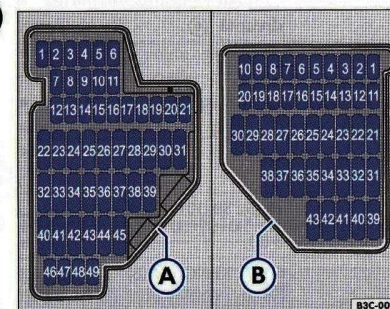

Fig. 44 Cutiile cu siguranțe în tabloul de instrumente: (A) partea stângă, (B) partea dreaptă.
Cutia de siguranțe din partea stângă ⇒ fig. 44 (A)	Cutia de siguranțe din partea dreaptă (B)
Cutia de siguranțe din partea stângă ⇒ fig. 44 Ⓐ	Cutia de siguranțe din partea dreaptă Ⓑ